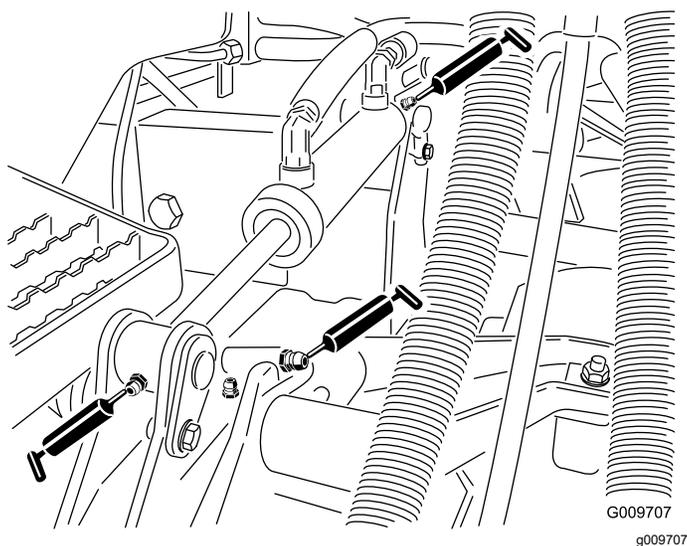

Рисунок 78
- Втулки подъемных рычагов (по 1 шт. на режущий блок), как показано на Рисунок 78
- Втулки подъемных цилиндров (по 2 шт. на режущий блок), как показано на Рисунок 78